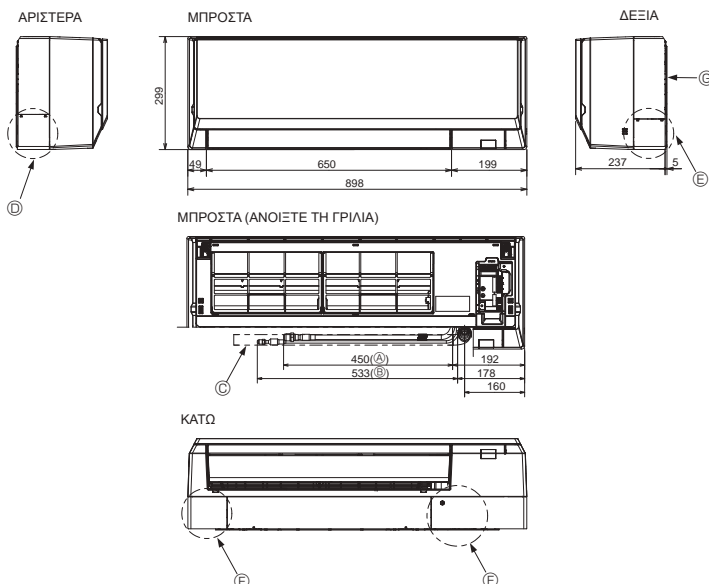

Fig. 4-3
4.3. Τοποθέτηση των σωληνώσεων ψυκτικού και αποχέτευσης (Fig. 4-3)
- Θ Πλάκα ανάρτησης ①